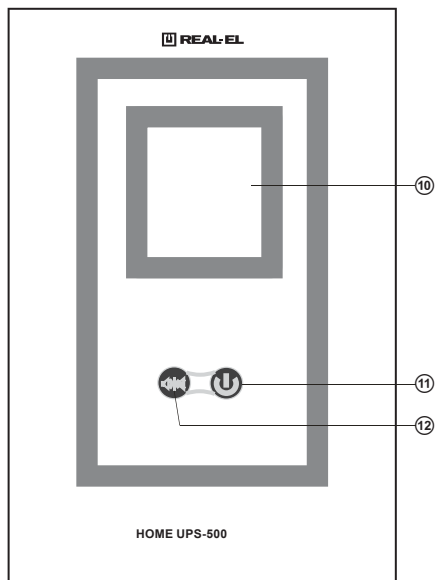
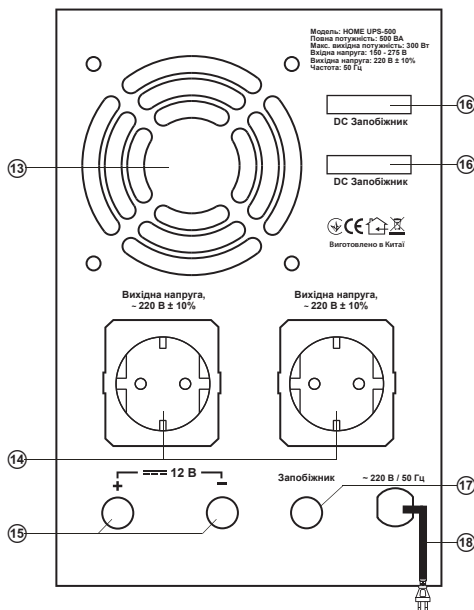

Рис. 2. Передняя панель
Рис. 3. Задняя панель
- ① UTILITY: индикатор работы от сети
- ② BATTERY: индикатор работы от батареи. Горит, когда входное напряжение отсутствует либо его величина выходит за пределы нормы
- ③ ERROR: индикатор наличия ошибки
- ④ OVERLOAD: индикатор перегрузки
- ⑤ LOADING CAPACITY: индикатор нагрузки устройства
- ⑥ BATTERY CAPACITY: индикатор уровня заряда батареи
- ⑦ OUTPUT VOLTAGE: индикатор выходного напряжения
- ⑧ FREQUENCY: индикатор частоты
- ⑨ INPUT VOLTAGE: индикатор вход. напряжения
- ⑩ LCD-дисплей (см. рис. 2)
- ⑪ ϕ : кнопка вкл./выкл. ИБП
- ⑫ Кнопка вкл./выкл. звукового сигнала
- ⑬ Вентилятор (см. рис. 3)
- ⑭ Выходные розетки ~220 В
- ⑮ 12 В: встроенные кабели для подключения АКБ
- ⑯ DC запобіжник: плавкие вставки (предохранители)
- ⑰ Запобіжник: входной предохранитель
- ⑱ Встроенный шнур питания